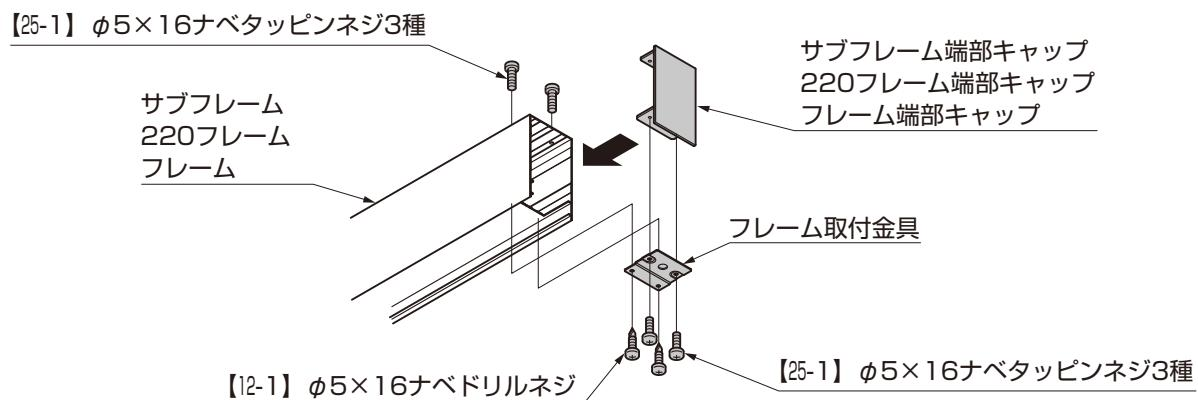

図15-1 端部キャップを取付ける場合
①図15-1を参照して端部キャップをフレームに固定してください。